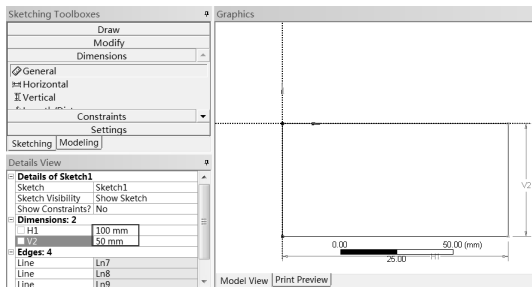

图 3-79 修改尺寸
Step8: 如图 3-79 所示, 在下面弹出的 Details View 面板 Dimensions:2 的 H1 栏中输入 150mm, 在 V2 栏中输入 50mm。